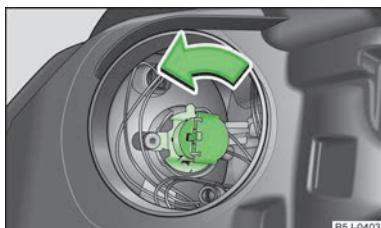

Fig. 149
- » Girar el conector con la bombilla hasta la tope en el sentido contrario al de las agujas del reloj y retirarlo » fig. 149.